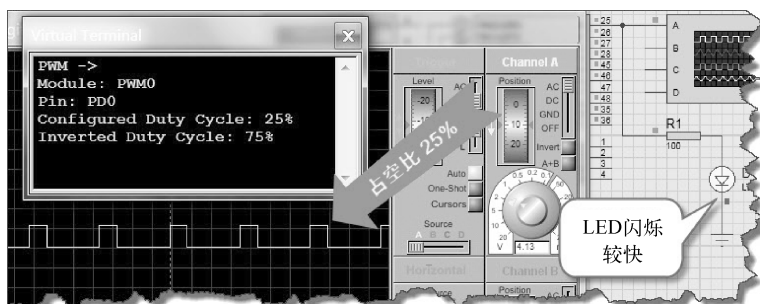
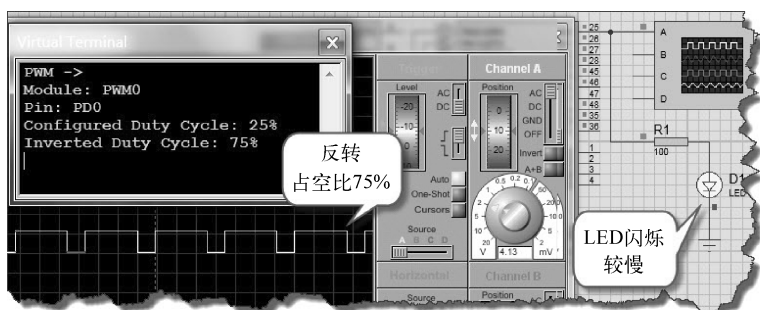

图 12-12 占空比为 25% 时的测试结果
图 12-13 占空比为 75% 时的测试结果
3) pwm_invert.c 程序的测试结果如图 12-12、图 12-13 所示。
从图 12-12 中可以看到，脉冲为整个周期的 1/4，通过调节示波器旋钮让波形准确地对准显示器中的网格，就可清晰地看到这个结果，从而验证程序的正确性。同时 LED 闪烁较快，这是因为 LED 的导通时间相对较短，因此感觉 LED 闪烁较快。
从图 12-13 中可以看到，脉冲为整个周期的 3/4，通过调节示波器旋钮让波形准确地对